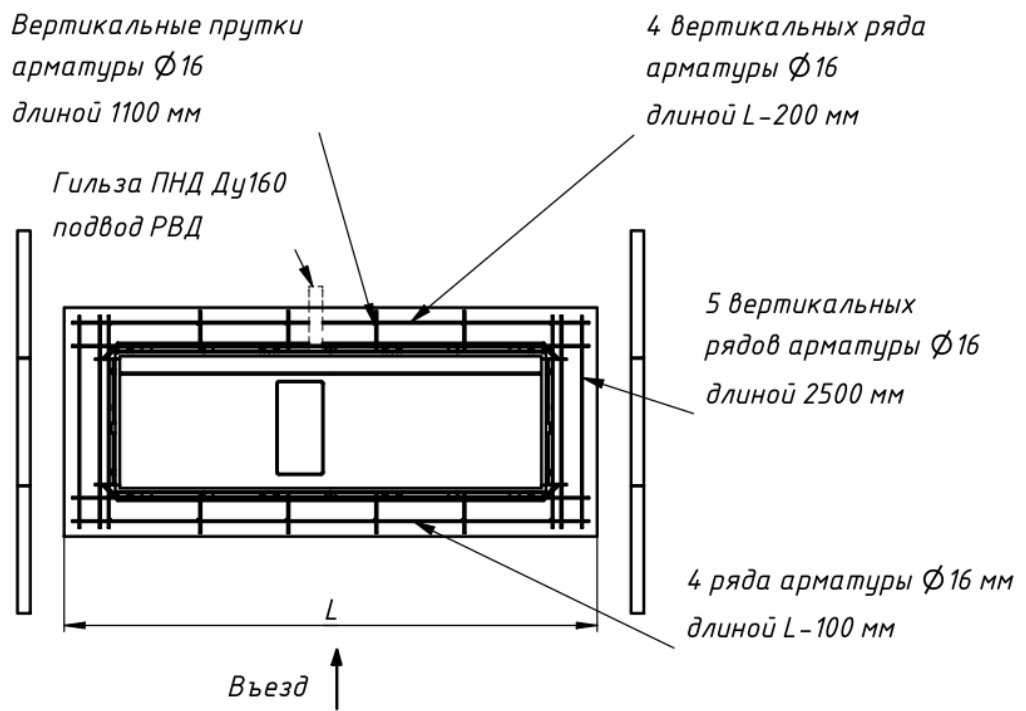

Рис.10
1.6.2. Произвести дополнительную арматурную обвязку, установив вертикальные (5 рядов) и горизонтальные прутки арматуры по периметру блокиратора в котловане, связав их с ранее установленными в ребра блокиратора прутками арматуры (рис.10)